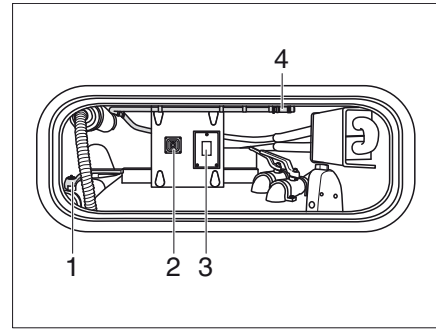

Bild 369 Spola kassett till toalett med kvarn (bild i förvaringsbox)
- Öppna tömningsventilen (Bild 369,1).
- Tryck på omkopplaren (Bild 369, 3). Spärrventilen för tömningen under golvet öppnar sig.
- Manövrera omkopplaren (Bild 369,2) för tömningssumpen.
- Haka loss slangen för tankrengöringen (Bild 369,4) i förvaringsboxen och anslut den till en vattenanslutning.
- Ta av vattenanslutningen efter spolningen och stoppa undan slangen för tankrengöringen (Bild 369,4) för förvaring.
- Stäng tömningsventilen (Bild 369,1).